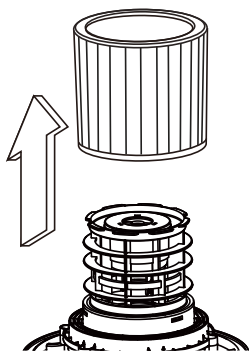

Fig. 12
19. Con el cabezal motriz retirado y boca abajo, extraiga cuidadosamente el filtro de cartucho 19 del habitáculo del filtro. **Fig. 12.**